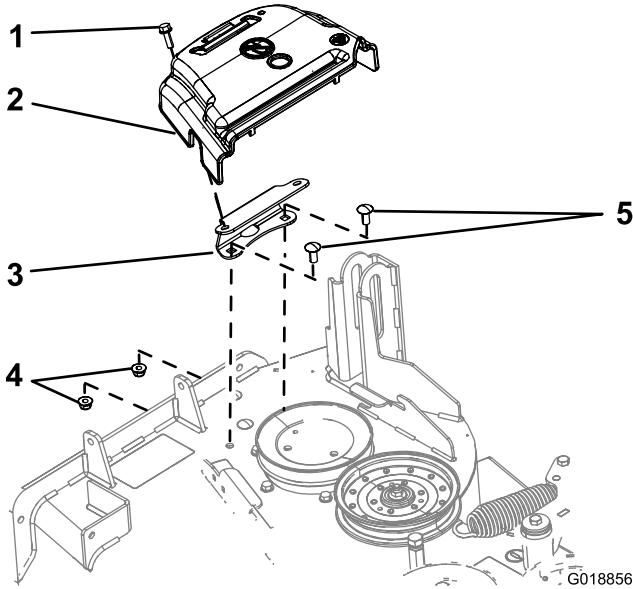

図 2
1. ベルトカバーを固定しているボルトを左に回してゆるめる（図 2）。
ケットから外す(図 2)。
を取り外す(図 2)。
取り外す(図 2)。
2. 刈り込みデッキからベルトカバー・ブラケットを取り外す（図 2）。